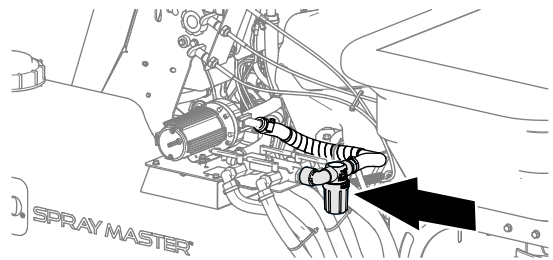

Figure 53
2. Placez un bac de vidange sous le filtre (Figure 53).